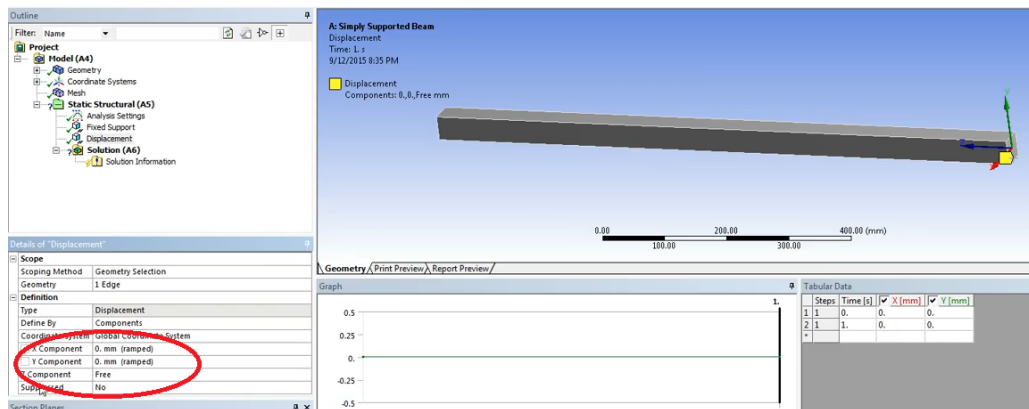

Рис. 8. Варіант закріплення правого краю балки
4.6. Задаємо варіант закріплення правого краю балки (рис. 8):